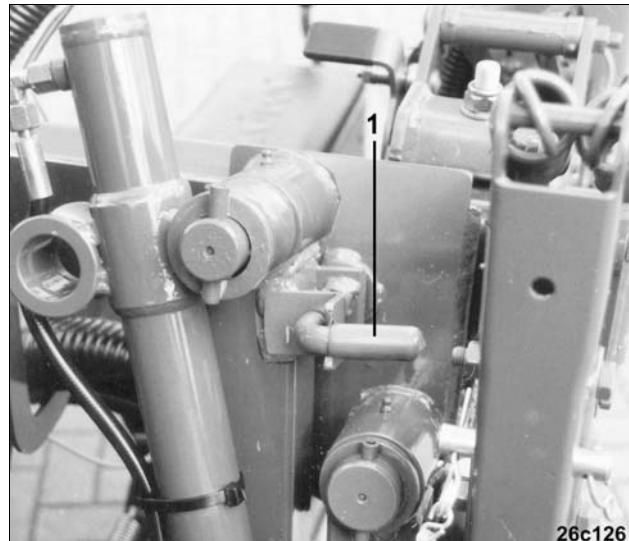

Рис. 141
- Отпустите транспортную блокировку внешних высевающих аппаратов ED 452 K (Рис. 141/1) ED 602 K (Рис. 142/1).